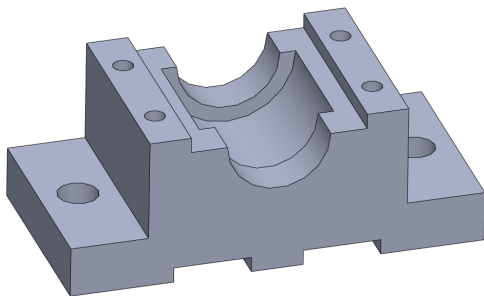

图 7-1 打开素材模型
(1) 单击常用工具栏中的【打开】按钮，打开一幅素材模型，如图 7-1 所示。